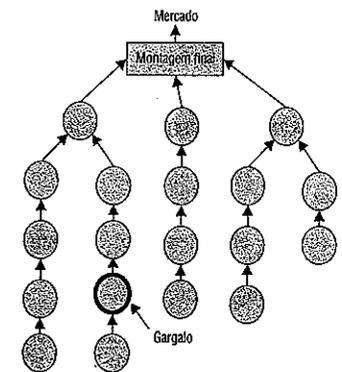

Figura 15.11 Diagrama representando processo produtivo.
1. A Figura 15.11 ilustra um processo produtivo. Segundo a teoria das restrições, defina claramente (a) onde você localizaria os estoques (e como faria para dimensioná-los); (b) onde você definiria posições de inspeção de qualidade.